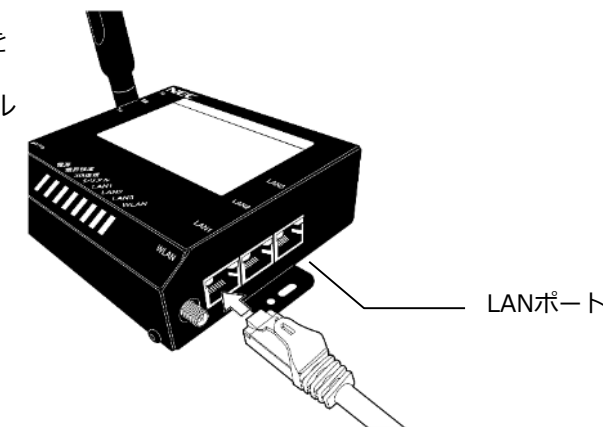

図7 モバイルパック3GルータへのLANケーブルの接続
- (1) モバイルパックのプラボックスとIPカメラのハウジング等を繋いでいるPFD管にLANケーブルを通す。
- (2) モバイルパックの3Gルータ側面のLANポートにLANケーブルを接続する。（図7）